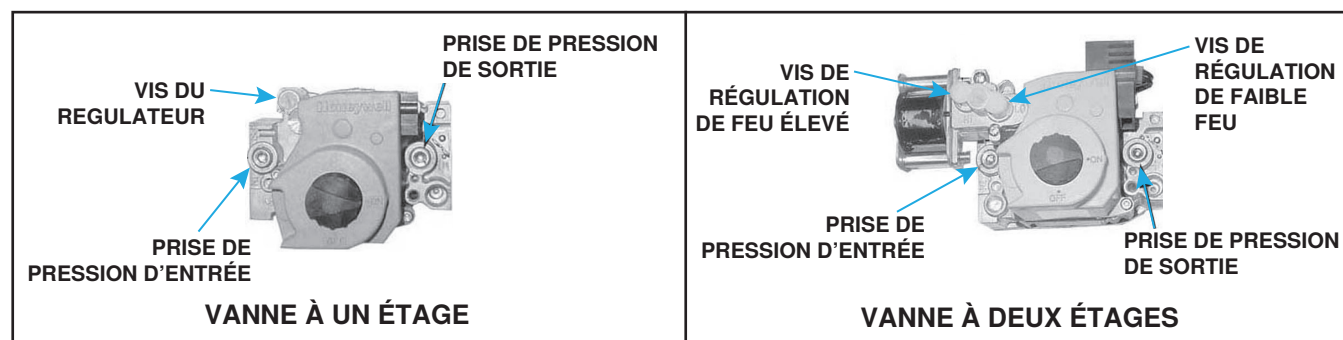

Figure 23. Vannes à gaz combinées
1. Positionnez la soupape manuelle (sur la soupape combinée) de manière à prévenir la circulation vers les brûleurs principaux et branchez le manomètre sur la prise de pression (voir Figure 23).
3. Normalement, aucun ajustement du régulateur réglé en usine ne devrait être nécessaire. Si un ajustement est requis, réglez la pression sur la valeur correcte en tournant la vis du régulateur (voir Figure 23) vers l'intérieur (sens des aiguilles d'une montre) pour augmenter la pression. Tournez la vis du régulateur vers l'extérieur (sens contraire aux aiguilles d'une montre) pour réduire la pression. Consultez la documentation du fabricant de la soupape qui accompagne la fourniture pour des informations plus détaillées.